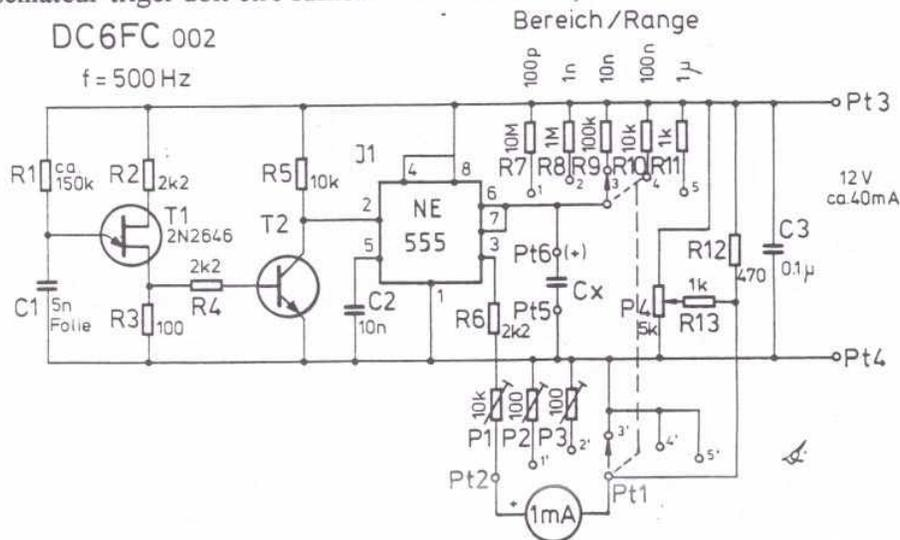
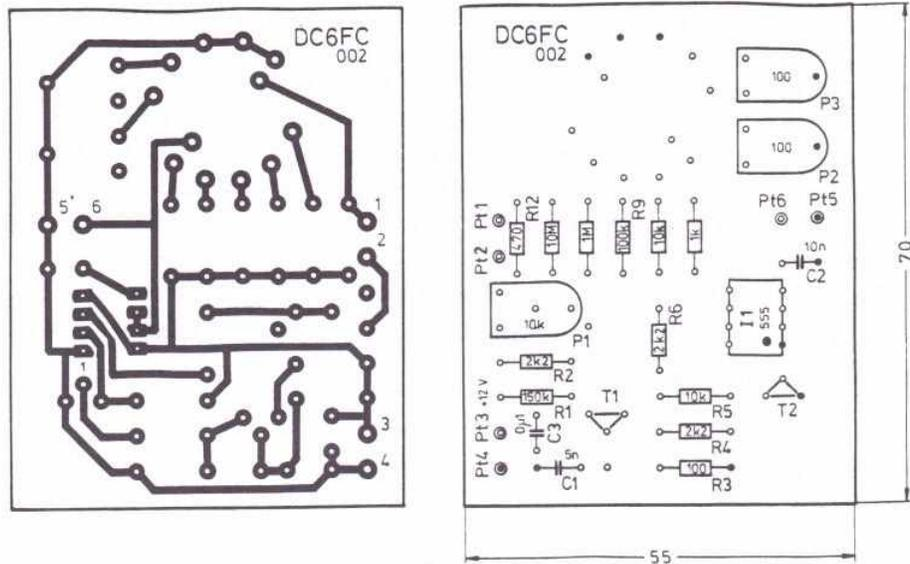
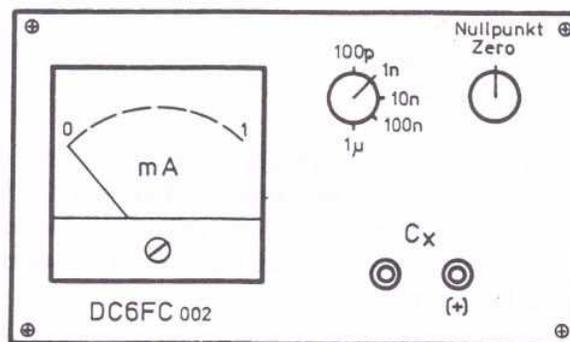

Fig 3: Capacimètre pour mesure de 2 pF env. jusqu'à 1 μ F
Fig 4: Circuit imprimé du capacimètre
Fig 5: Proposition de présentation.
La figure 3 représente le schéma d'ensemble du capacimètre. Comme oscillateur, on utilise un transistor unijonction (T1) qui génère une impulsion en dent de scie d'une fréquence voisine de 500 Hz. La fréquence est fonction de la chaîne RC: R1/C1. Le transistor T2 transforme cette impulsion en impulsions déclenchées pour attaquer le circuit intégré NE 555. Le circuit RC de la formule (1) comprend les résistances des différentes échelles R7 à R11 et la capacité à mesurer entre les points 5 et 6 du circuit. L'instrument à cadre mobile de 1 mA de sensibilité à fond d'échelle intègre les impulsions de sortie. Pour le calibrage de l'appareil de mesure, on a prévu le potentiomètre P1.
Le schéma de la figure 3 est reporté sur un circuit imprimé de 55 x 70 mm. La figure 4 représente la plaquette simple face avec la référence DC6FC 002. Le prototype, ainsi qu'une petite alimentation secteur, a été réalisé dans un petit boîtier de la firme TEKO. La fig. 5 représente la face avant. Plus l'instrument de mesure est grand, plus vous aurez facile de lire la valeur mesurée.